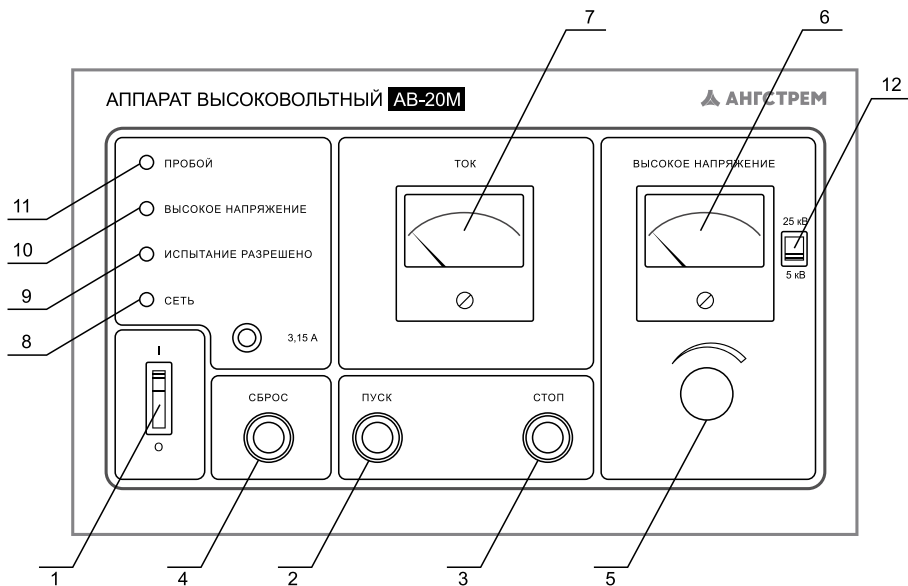

Рисунок 1
6.4 Установите органы управления в исходное состояние (рисунок 1):